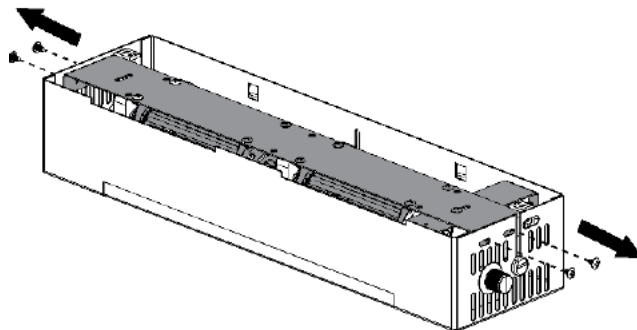

Fig. 6-6
- Retirez les 4 vis servant à fixer le support au boîtier de la soufflerie (**Fig. 6-6**). Faites glisser les souffleries (attachés au support) des déflecteurs de boîtier et les soulevez. Mettez de côté les vis et les souffleries (attachés au support).